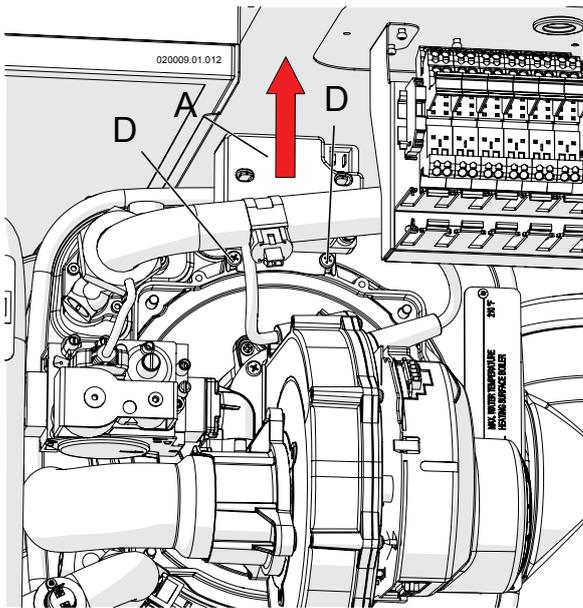

Figure 15-2 - Démontage du générateur d'étincelles
- 3.- démonter le générateur d'étincelles «A» de la Figure 15-2 en dévissant les vis «D» de la Figure 15-2 et en le déconnectant des bougies d'allumage.